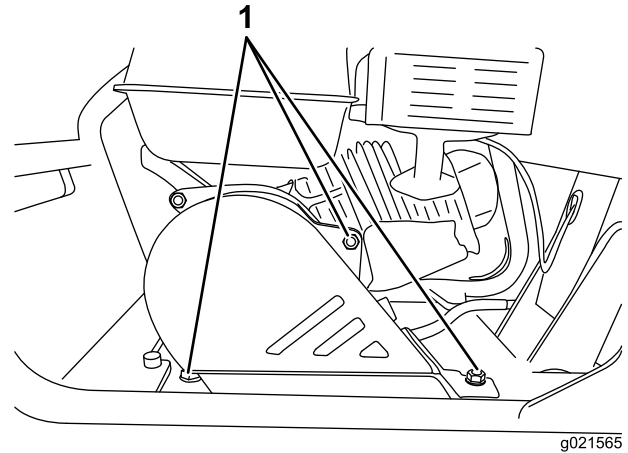

Figura 23
1. Retire los pernos que sujetan la cubierta de la correa (Figura 23).